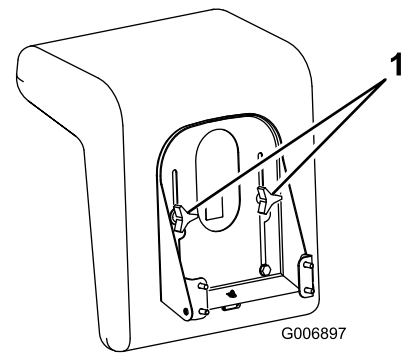

Figure 5
1. Soulevez le siège et desserrez les boutons de réglage (Figure 5).